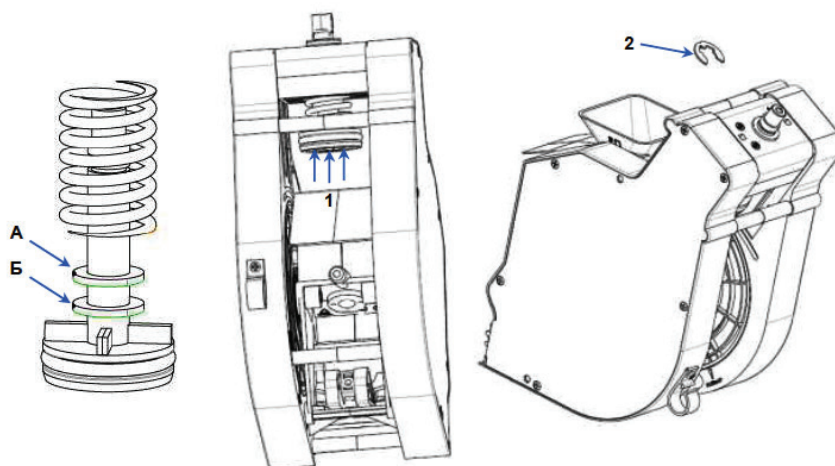

Рисунок 37 - Регулировка объёма камеры группы эспрессо
Группа эспрессо позволяет регулировать объём камеры для приёма молотого кофе от дозатора в пределах от 7 до 9 грамм. При установке кулачка дозатора в положение 5 или 6, или при весе молотого кофе более 7,5 грамм НЕОБХОДИМО увеличить объём камеры путём установки стопорного кольца в положение Б (см.рис.37).
3. Подожмите поршень в направлении стрелок 1 (см.рис.37);